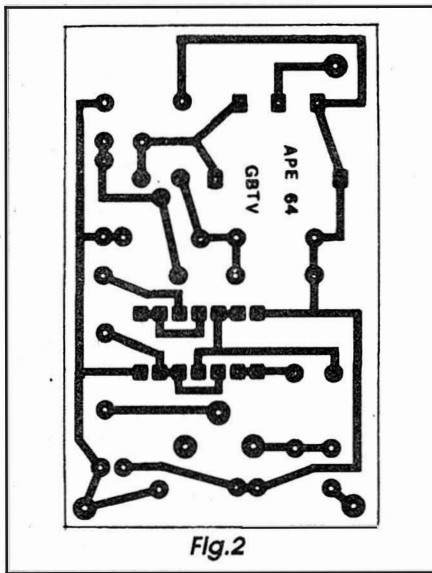

Fig. 2
- FIG. 2 - LAY OUT DO CIRCUITO IMPRESSO ESPECÍFICO - Sem muitas *firulas* (como exige uma aplicação que envolva RF...) o padrão cobreado é visto em tamanho natural na figura, devendo ser